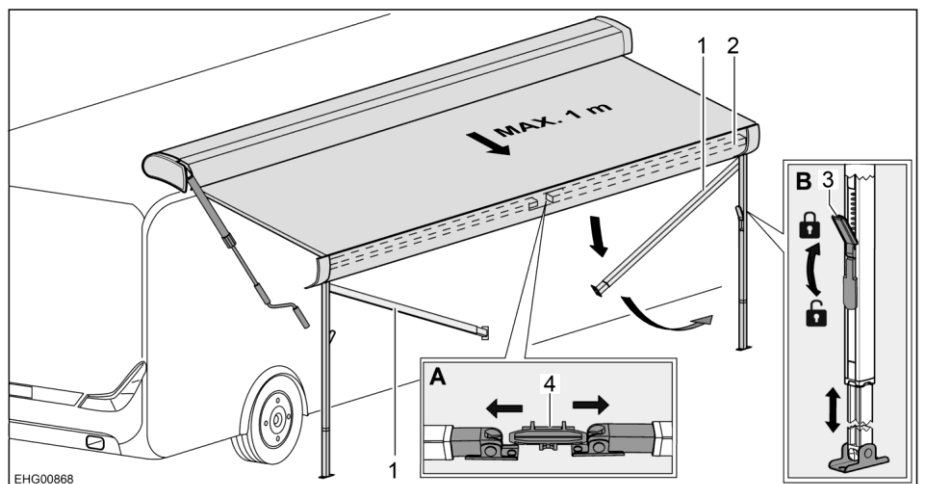

Bild 46 Förbereda stödfötterna
- Lossa stödfötterna (Bild 46,1) ur fästet (Bild 46,4) i frontlisten (Bild 46,2). Tryck stödfötterna lätt utåt (Bild 46,A).
- Lossa stödfötternas lås (Bild 46,3). Fäll ned låsarmen.
- Dra ut stödfötternas nedre del till önskad längd (Bild 46,B).
- Stäng stödfötternas lås (Bild 46,3). Fäll upp låsarmen.